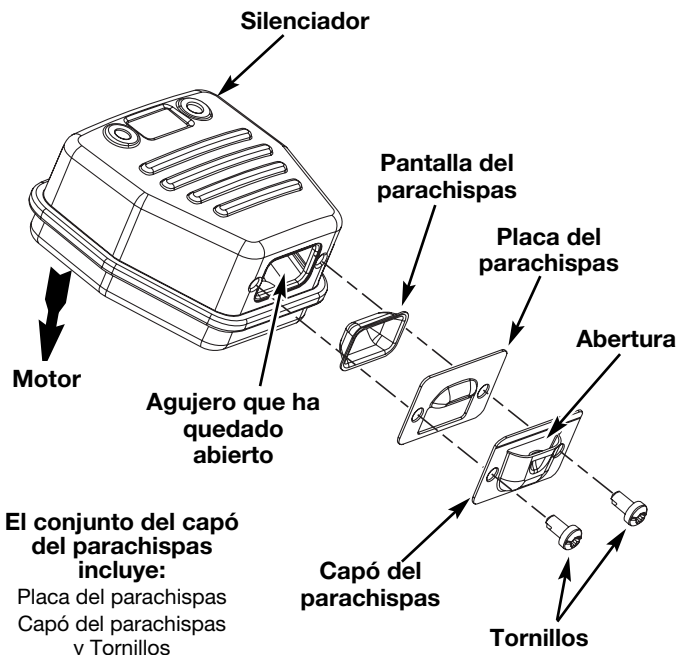

Fig. 21
2. Localice el silenciador, pero no lo quite. Busque los dos (2) tornillos en la parte inferior del silenciador (Fig. 21). Estos dos tornillos unen el conjunto de deflector de escape y la pantalla del parachispas a la parte inferior del silenciador. Quite los dos (2) tornillos usando una llave torx No. 20 o un destornillador plano.
6. Coloque la placa del parachispas encima del parachispas con el lado “levantado” hacia arriba mirando al motor (Fig. 21).
7. Coloque el capó del parachispas encima de la placa del parachispas con el lado “levantado” hacia arriba y la apertura mirando en dirección CONTRARIA al motor (Fig. 21). Asegúrese de que el escape se dirija en dirección CONTRARIA al motor.